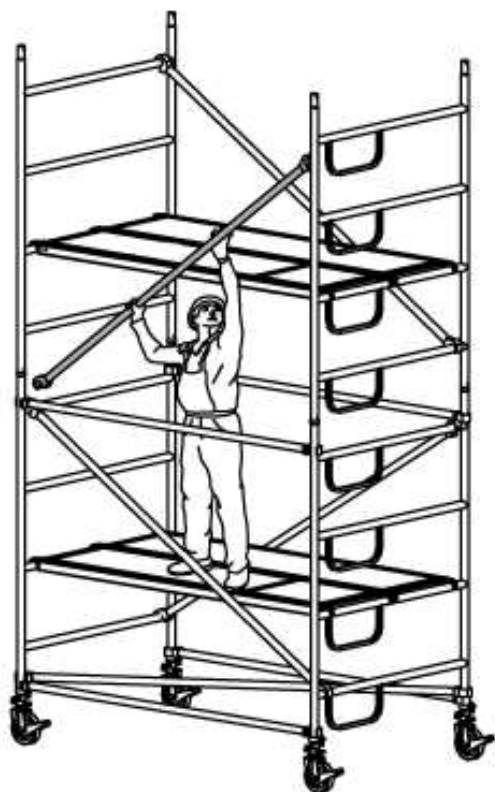

Figura 17
- 10) Montar el segundo diagonal de fachada, como se muestra en la figura 17.